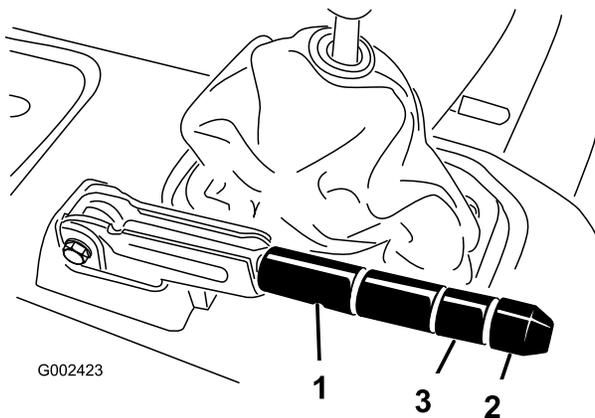

図 63
2. ブレーキレバーに調整ノブを固定している固定ネジをゆるめる (図 63)。